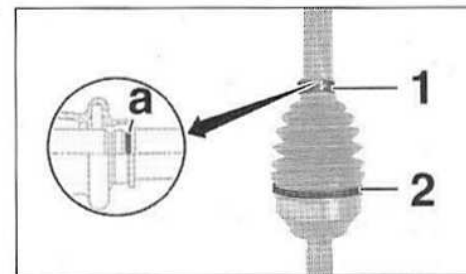

FIG.9
- Déposer les colliers de serrage (1) et (2) (Fig.9).
- Respecter le positionnement du soufflet sur l'arbre, talon du soufflet dans la gorge en (a) de l'arbre ou le repère fait au démontage (Fig.9).